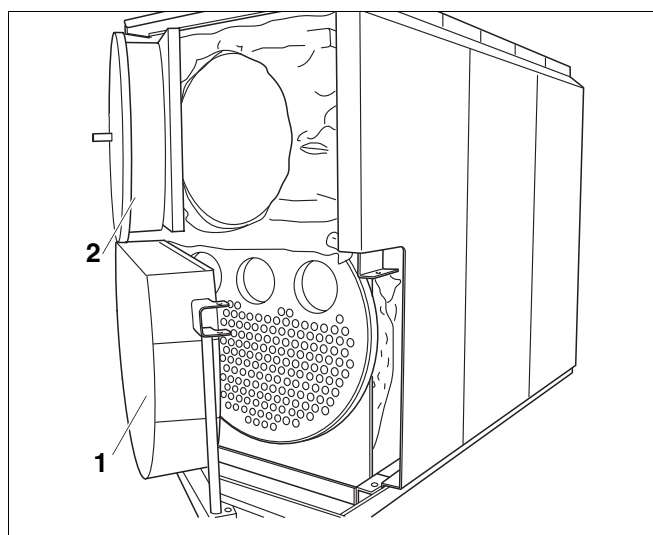

Fig. 29 Åbning af kedeldøren
- Løsn skruerne på vendekappen (fig. 29, **pos. 1**), og drej vendekappen væk.
- Skru sekskantskruerne af kedeldøren (fig. 29, **pos. 2**), og åbn kedeldøren.